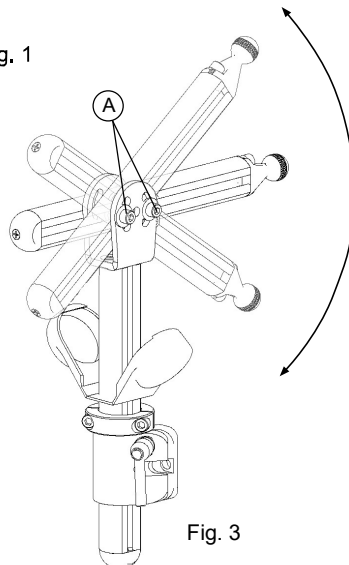

Fig. 3
- (Fig. 1 y fig. 3) Las esferas estriadas presionan sobre el radio para eliminar el movimiento no deseado.